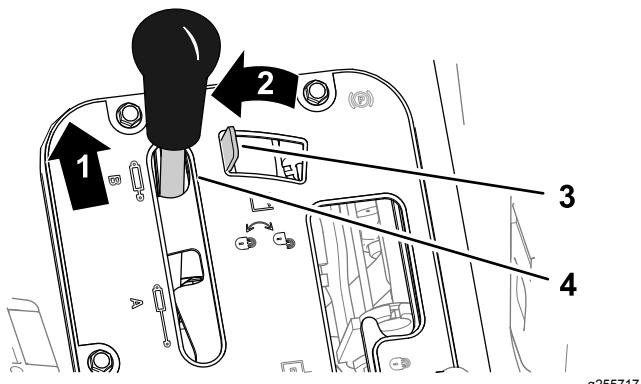
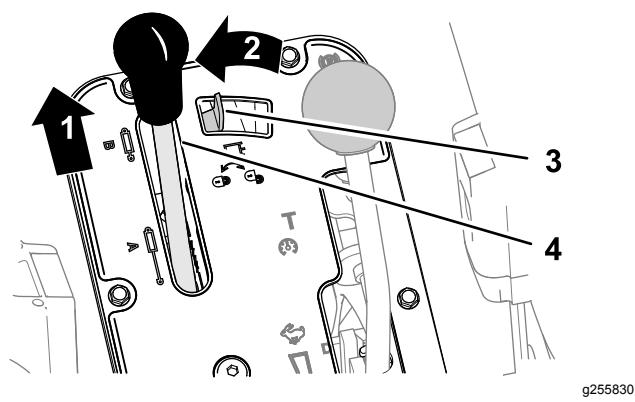

図 80
図 81
- 油圧昇降レバーを前に押す 図 80 または 図 81。
2. 油圧昇降レバーロック装置を左へ動かすとロックする図 80または図 81。